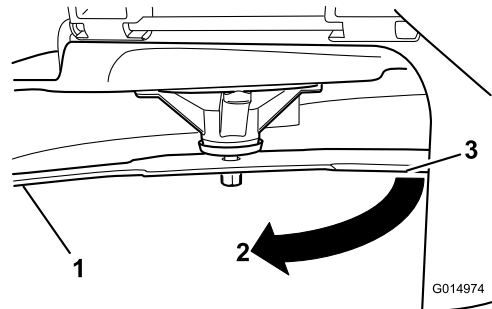

Figure 63
4. Tournez la même lame de 180 degrés pour amener l'autre tranchant à la même position (Figure 63).